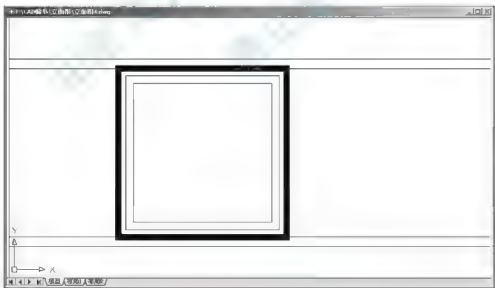

图 4.12 偏移生成窗框和窗扇的轮廓线
- (1) 设置【门/窗】图层为当前层, 用【窗口缩放】命令将左下角的窗洞口放大。
- (2) 用【偏移】命令将窗洞口线向内偏移两个 80mm, 由于被其偏移出的两个矩形线宽为 50mm, 所以需用【分解】命令将其分解。矩形分解后, 组成矩形的 4 条边变成 4 条独立直线, 所以线宽也变为 0mm, 结果如图 4.12 所示。